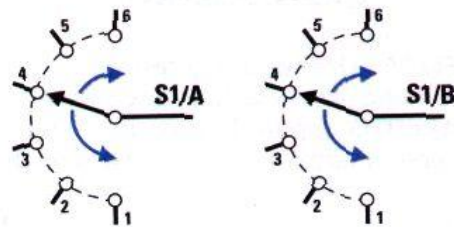

Fig. 3
- Il pulsante è un dispositivo meccanico a molla che chiude (n.a. normalmente aperto) od apre (n.c. normalmente chiuso) un contatto elettrico. L'effetto sul contatto elettrico si conserva fino a quando il pulsante è premuto (fig. 3).
- Il cross-over è un filtro che separa la corrente in uscita dall'amplificatore in più linee, in modo da far arrivare le correnti con frequenza alta al tweeter, correnti con frequenza media al midrange e correnti con frequenza bassa al woofer. (fig.3).